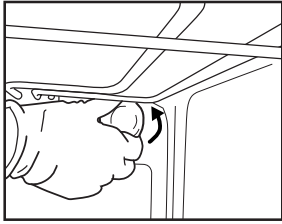
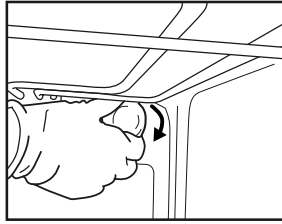

Fig. 6
Fig. 7
2. Dévissez le capot de l'ampoule (Fig. 6), remplacez l'ampoule (voir « Remarque » pour connaître le type), puis revissez le capot de l'ampoule (Fig. 7).